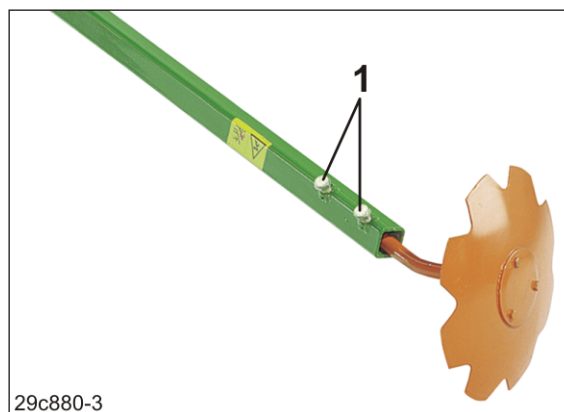

Fig. 89
6. Løsn to bolte (Fig. 89/1).
9. Spænd boltene (Fig. 89/1).